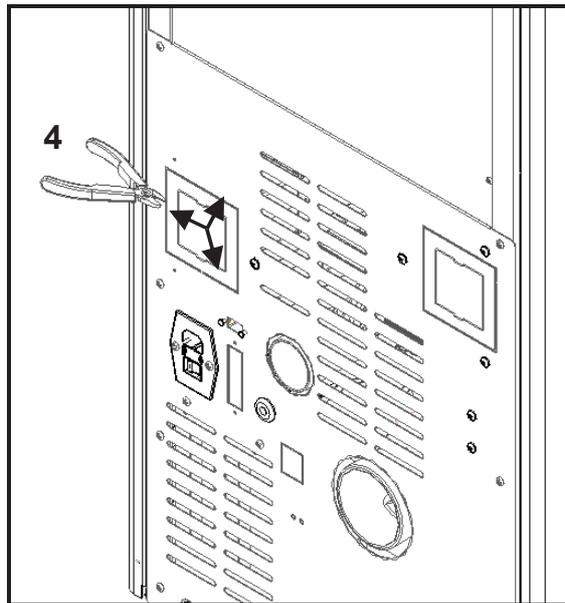

Figura 126 - Retirada de la tapa posterior
d) En la parte posterior del equipo, retire la tapa marcada en la Figura 126, cortando en las áreas marcadas con un alicate de corte (4).